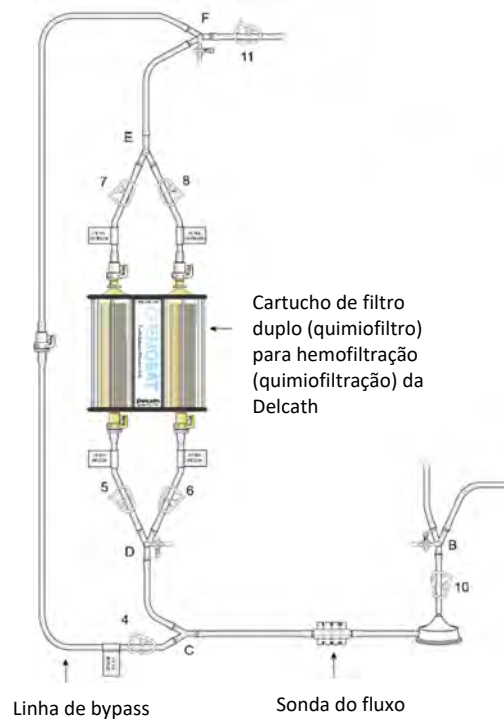

Figura 16
(a) Feche o clampe 4 e abra os clipes da entrada do filtro (5, 6) e, em seguida, os clipes da saída do filtro (7, 8) e o clampe da saída do circuito (11) (ver Figura 16) e ajuste o fluxo do soro fisiológico normal heparinizado para dentro do filtro para um débito de aprox. 0,5 litros por minuto. Nota: são necessárias pinças hemostáticas para ajustar o débito, caso se recorra à gravidade.